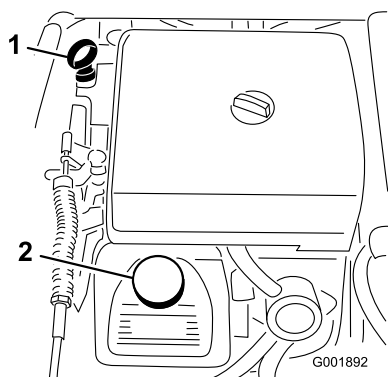

Figure 47
2. Retirez la jauge et essuyez-la sur un chiffon propre (Figure 47). Remettez la jauge dans le tube en vérifiant qu'elle est enfoncée au maximum. Sortez de nouveau la jauge et vérifiez le niveau d'huile.
3. Si le niveau est trop bas, enlevez le bouchon de remplissage du couvre-culasse (Figure 47) et versez la quantité d'huile nécessaire dans l'orifice pour faire monter le niveau jusqu'au repère maximum de la jauge. Versez l'huile lentement et vérifiez souvent le niveau durant la procédure. Ne remplissez pas excessivement.
8. Versez lentement environ 80% de la quantité d'huile spécifiée dans le goulot de remplissage (Figure 47).